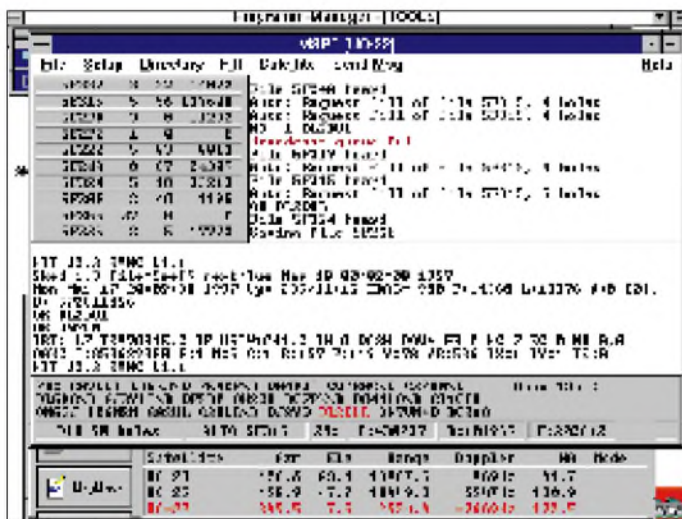

Bild 7:
Das S-Meter des FT-736 wandert aus dem linken Anschlag heraus. Auf dem MSPE-Schirm entsteht Bewegung (Bild 7). Die ersten Pakete laufen ein. Links unten wird unter PB die Warteschlange am Broadcast-Kanal eingetragen, und rechts unten steht der Status der Uplink-Strecke (*Open 12a* bis *Full*). Hat man *Print Header* unter MSPE-Setup > *General Options* eingetragen, sieht man, an wen die Pakete gehen. Setzt man unter MSPE-Setup > *Broadcast*
- Der Satellit hört mich, ich bekomme **OK DL2DUL**, und mein Rufzeichen wird rot in die Warteschlange eingetragen (Bild 7). Hurra, es funktioniert!